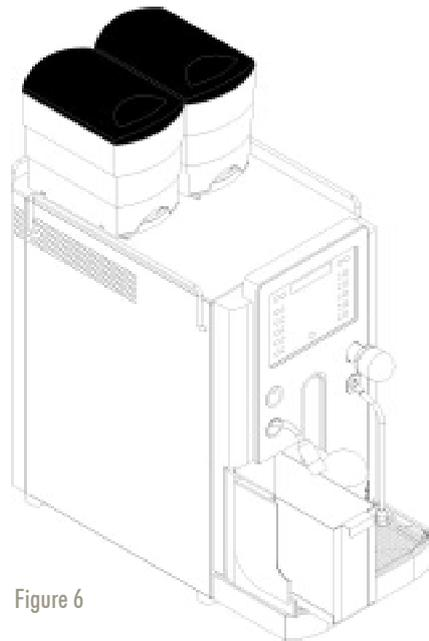

Figure 6
1. Videz le tiroir à marc (fig. 6).